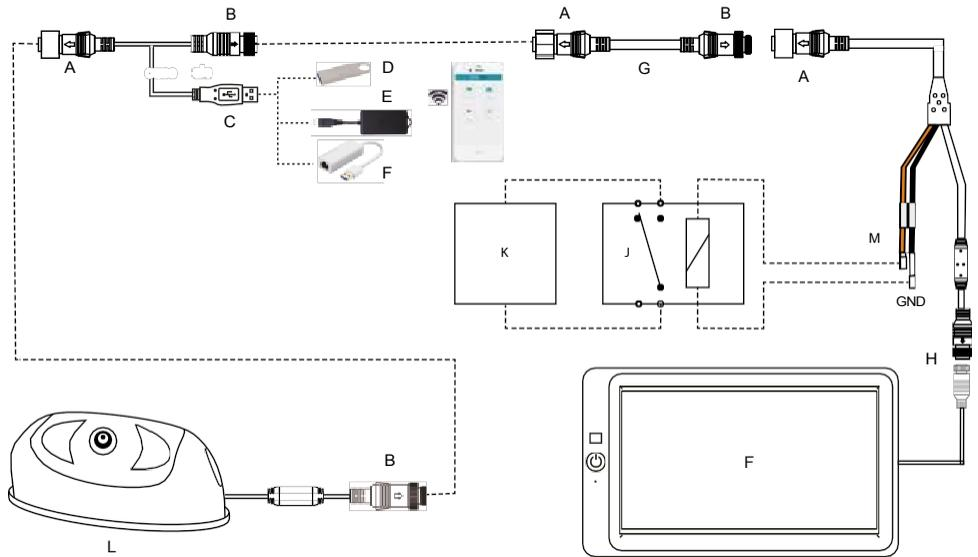

Fig. 1 : Raccordement du module WiFi pour la configuration de la caméra et le raccordement de la sortie d'alarme
1. Installez le module WiFi comme indiqué à la page 10 Fig.1.